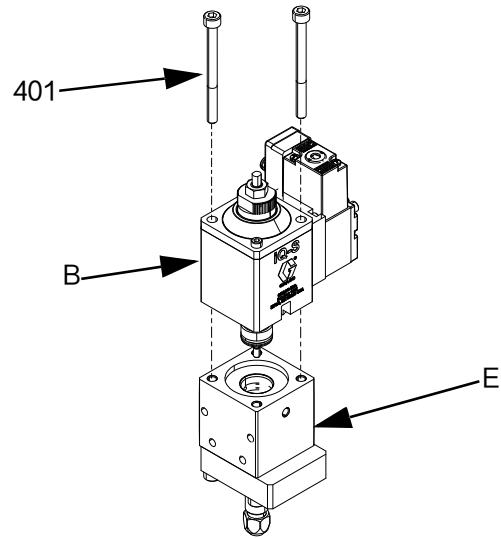

图 11
4. 拆下回吸适配器 (308) 和垫片 (315)。
5. 将内六角扳手穿过滴漏孔 (K) 中的活塞杆 (410) 孔。使用 5.5 毫米套筒或螺母起子松开螺母 (310)、然后卸下胶嘴 (309)。
6. 如果未安装流体部分 (E)、请将流体部分放在台钳中。
7. 使用 4 毫米内六角扳手从气缸顶部拆下 M5 螺钉 (401)。轻轻拉动空气部分 (B)、直到活塞杆 (410) 从流体部分 (E) 中移出。参见图 11。